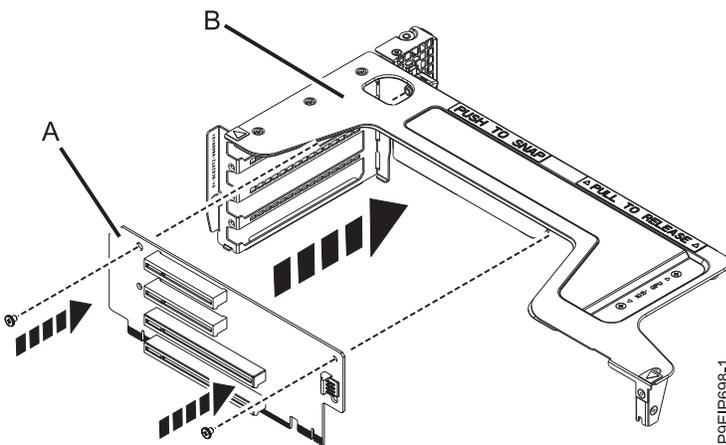

Figura 58. Sustitución de la tarjeta de expansión de la posición 3, 5 y 6
5. Si se tiene que sustituir la tarjeta de expansión de las posiciones 3, 5 o 6, hágalo en el soporte de la tarjeta de expansión. Vuelva a colocar los dos tornillos que fijan la tarjeta de expansión al soporte de la tarjeta de expansión, como se muestra en la Figura 58.